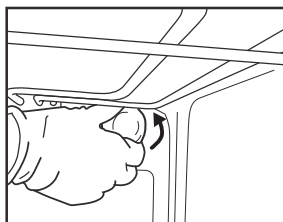
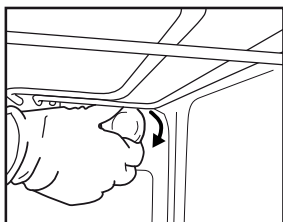

Fig. 6
Fig. 7
2. Svitare il coprilampada (Fig. 6), sostituire la lampadina (vedere la nota per il tipo di lampadina) e riavvitare il coprilampada (Fig. 7).